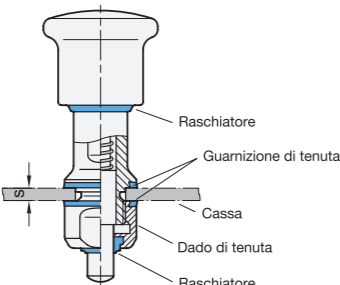

Figura 1
- È necessario assicurarsi che il perno di arresto venga utilizzato solo in combinazione con l'anello di tenuta fornito in dotazione. La guarnizione ha forma conica. È pertanto necessario fare attenzione alla corretta posizione di montaggio (Figura 1).
- Per consentire una corretta tenuta prestare attenzione alla lunghezza di serraggio s (Figura 1).
- Rispettando la posizione di montaggio indicata in figura 1 è possibile garantire un drenaggio autonomo dei liquidi.
- Le guarnizioni difettose devono essere sostituite (Figura 1). Utilizzare esclusivamente guarnizioni speciali di misura adeguata (GN 7600).
Il raschiatore (Figura 1) non può essere sostituito. Pertanto, il perno di arresto deve essere sostituito se il raschiatore è danneggiato, incrinato o infragilito.